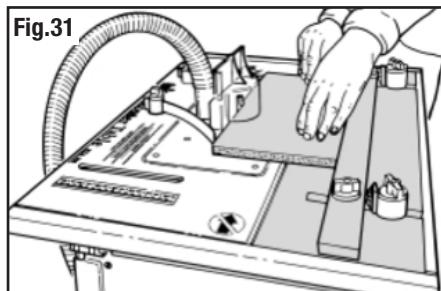

Fig.31
- Para aumentar la funcionalidad de los microajustadores, puede sustituir la guía por un listón estrecho de madera (Fig. 31)